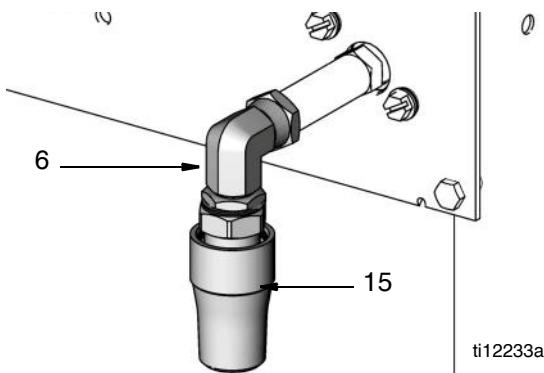

Рис. 26
5. Развинтите узел из ниппеля (13), колена (6) и поворотной насадки (15) и отсоедините от распределителя (14) (Рис. 26).